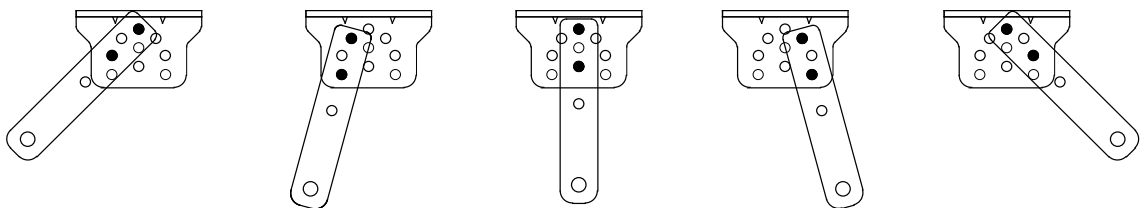

Abbildung 6
B) Die Verbindungshalterung und die Wandhalterung können je nach Gegebenheiten verbunden werden (siehe Abbildung 6).